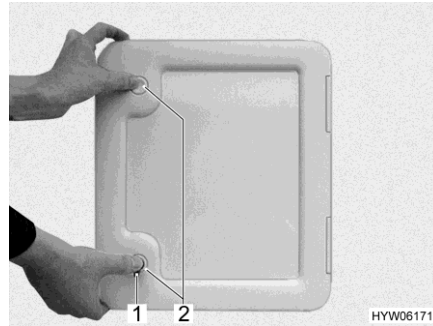

Bild 149 Klappe (Fäkalienkassette)
- Klappe für Fäkalienkassette außen am Fahrzeug öffnen. Dazu Schlüssel in den Schließzylinder des Druckschlusses (Bild 149,1) stecken und eine viertel Umdrehung im Uhrzeigersinn drehen.
- Beide Druckschlösser (Bild 149,2) gleichzeitig mit dem Daumen drücken und Klappe für die Fäkalienkassette öffnen.